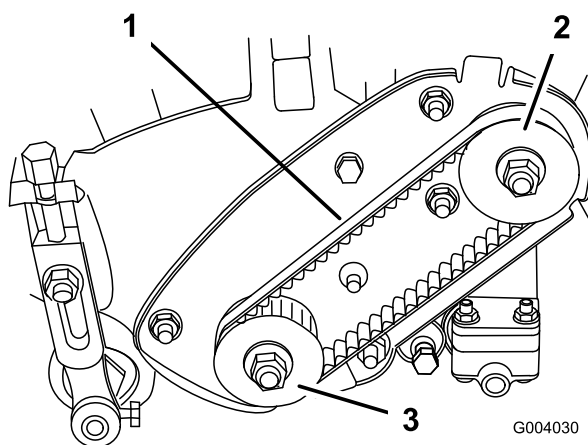

Figura 31
2. Compruebe la tensión presionando la correa (Figura 31) en el punto intermedio entre las poleas con una fuerza de $2 \pm 0,5$ kg. La correa debe desviarse 6,4 mm. Si la desviación no es la correcta, continúe con el paso siguiente.